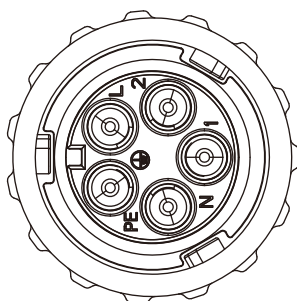

Figura 5.9 Padrão de furo do conector CA
Passo 4: Use a chave de fenda hexagonal, afrouxe os parafusos do soquete um após o outro e insira cada núcleo do cabo no conector correspondente e ajuste cada parafuso. O furo de conexão da etiqueta do terminal de conexão CA é mostrado na figura 5.9.